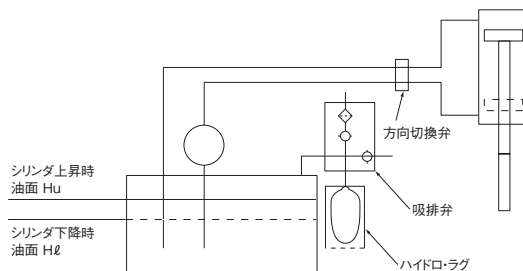
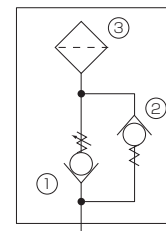

図2 ハイドロラグの使用例
図3 給排弁回路図
図2に一例として示すように、油圧シリンダの作動によって、ピストンロッドの体積の分が油面の変動を起こします。このとき、ハイドロラグはオイルリザーバの空気室の増減を吸収します。すなわち、油面上昇時にはハイドロラグのゴム袋を膨張し、油面が低下するにつれて収縮します。ハイドロラグには吸排弁(図3)が設置されていて、作動油の補給や機器の交換などで、油量が大きく変動する際にも対応できるようになっています。油量が低下してゆくとハイドロラグのゴム袋は収縮し、なおかつ油面の低下が続くと、フィルタ③を通してバキュームバルブ②より大気を吸収し、逆に油面が上昇したり空気室の圧力が高くなると、ゴム袋は膨張したのちリリーフ弁①から空気が外部へ排出されます。